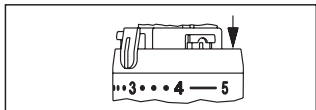

Fig. 9
3. Per limitare la posizione di “massima temperatura”, la seconda clip di limitazione dovrà essere inserita nella sede subito dopo alla posizione «4» (Fig. 9).